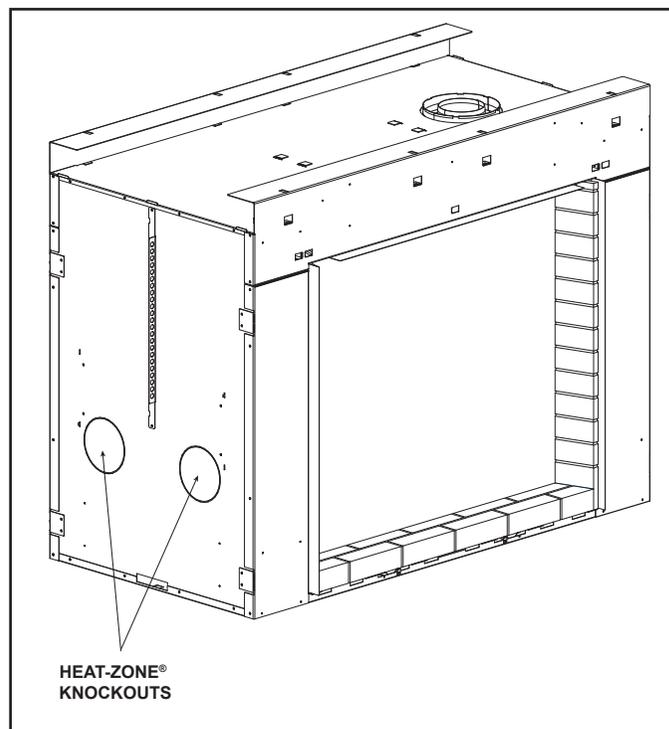

Figure 11.8 Orifices pré-perçés pour le Heat-Zone®
1. Retirez un des couvercles pré-perçés de la partie latérale de l'appareil et jetez-le. Voir la figure 11.8.